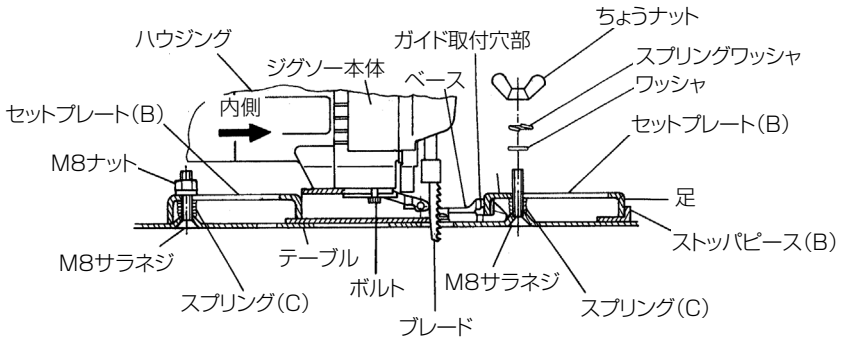
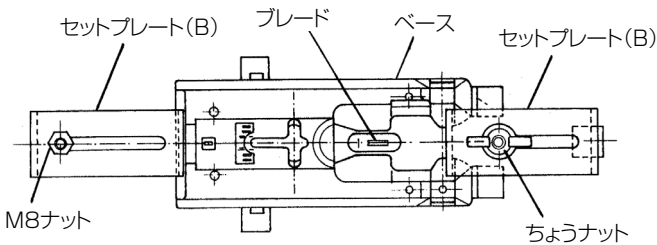

図 30
図 31
- (3) M8 サラネジにスプリング (C)、セットプレート (B)、ワッシャ、スプリングワッシャの順に取付け、つぎに、ブレード側の M8 サラネジにちょうナットを取付け、ハウジング側の M8 サラネジに M8 ナットを取付けます。(図 30)
- (4) ハウジング側のセットプレート (B) は内側へいっぱい寄せ、ブレード側のセットプレート (B) は、一方の足をストップピース (B) の内側に、他方の足をベースのガイド取付穴部に取付けます。つぎに M8 ナットはお手持ちのスパナを使用して締付け、ちょうナットは手で締付け、ジグソー本体をテーブルに確実に固定します。(図 30、図 31)